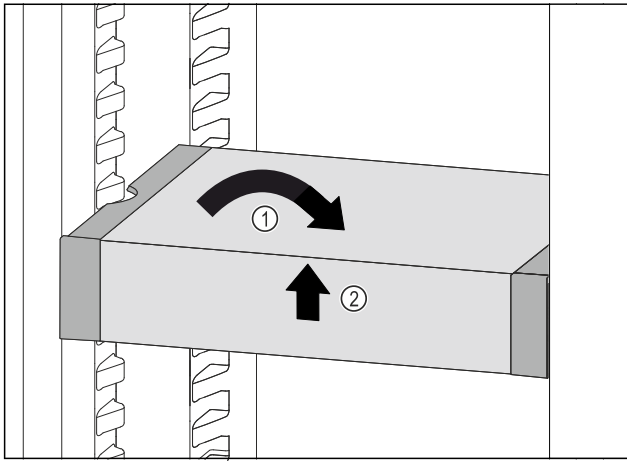

Fig. 124
- ▶ Вирівняти VarioSafe. Fig. 124 (1)
- ▶ Підняти VarioSafe спереду. Fig. 124 (2)